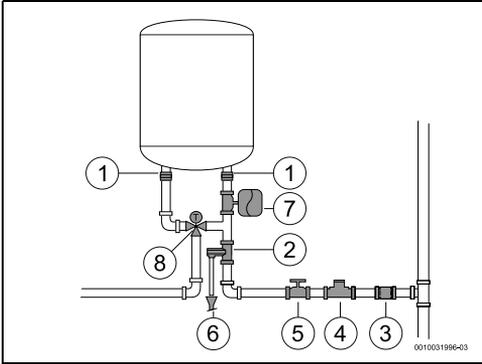

Fig. 15
- Se recomienda instalar una válvula termostática (fig. 15, [8]) en el tubo de descarga del aparato si se utilizan tubos PEX. Ajustarla para cumplir con el rendimiento del material usado.
- ▶ No instalar nunca accesorios (diferentes a los que se muestran en la fig. 15) entre la válvula de seguridad y la entrada de agua fría (lado derecho) del aparato.
- ▶ Instalar un reductor de presión (fig. 15, [4]). La válvula de seguridad se activará siempre que la presión de agua dentro del aparato se sitúe por encima de 8 bar ( $\pm 1$  bar), por lo que será necesario planificar una forma para vaciar esta agua.
- ▶ Instalar un vaso de expansión (fig. 15, [7]) para impedir que la válvula de seguridad se abra con tanta frecuencia. El volumen del vaso de expansión debería ser equivalente al 5 % del volumen del aparato.